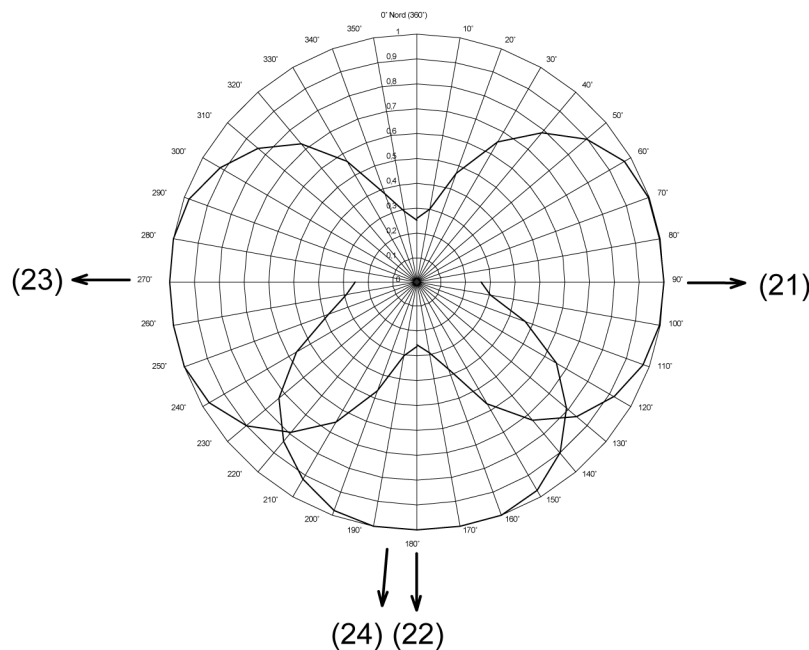

Bild 11: Kreisdiagramm Helligkeitserfassung
Für die Erkennung der Dämmerung ist in der Wetterstation ein eigener linearer Fühler eingebaut, der die Beleuchtungsstärke aus Richtung des Helligkeitssensors 2 (24) (siehe Bild 11) ermittelt. Der Messbereich umfasst 0 ... 674 Lux und wird über ein 2 Byte Objekt versendet. Zur Anzeige der aktuellen Beleuchtungsstärke kann der Messwert bei einer einstellbaren Differenz bezogen auf den Messbereichsendwert gesendet werden. Auch zyklisches Aussenden der Werte ist möglich. Es stehen zwei einstellbare Grenzwerte zur Verfügung, bei deren Überschreiten oder Unterschreiten die Wetterstation jeweils Schalttelegramme aussenden kann. Wahlweise können diese Grenzwerte intern fest eingestellt oder extern zum Beispiel durch eine Visualisierungssoftware variabel eingestellt werden. Die Einstellung der Grenzwerte und der